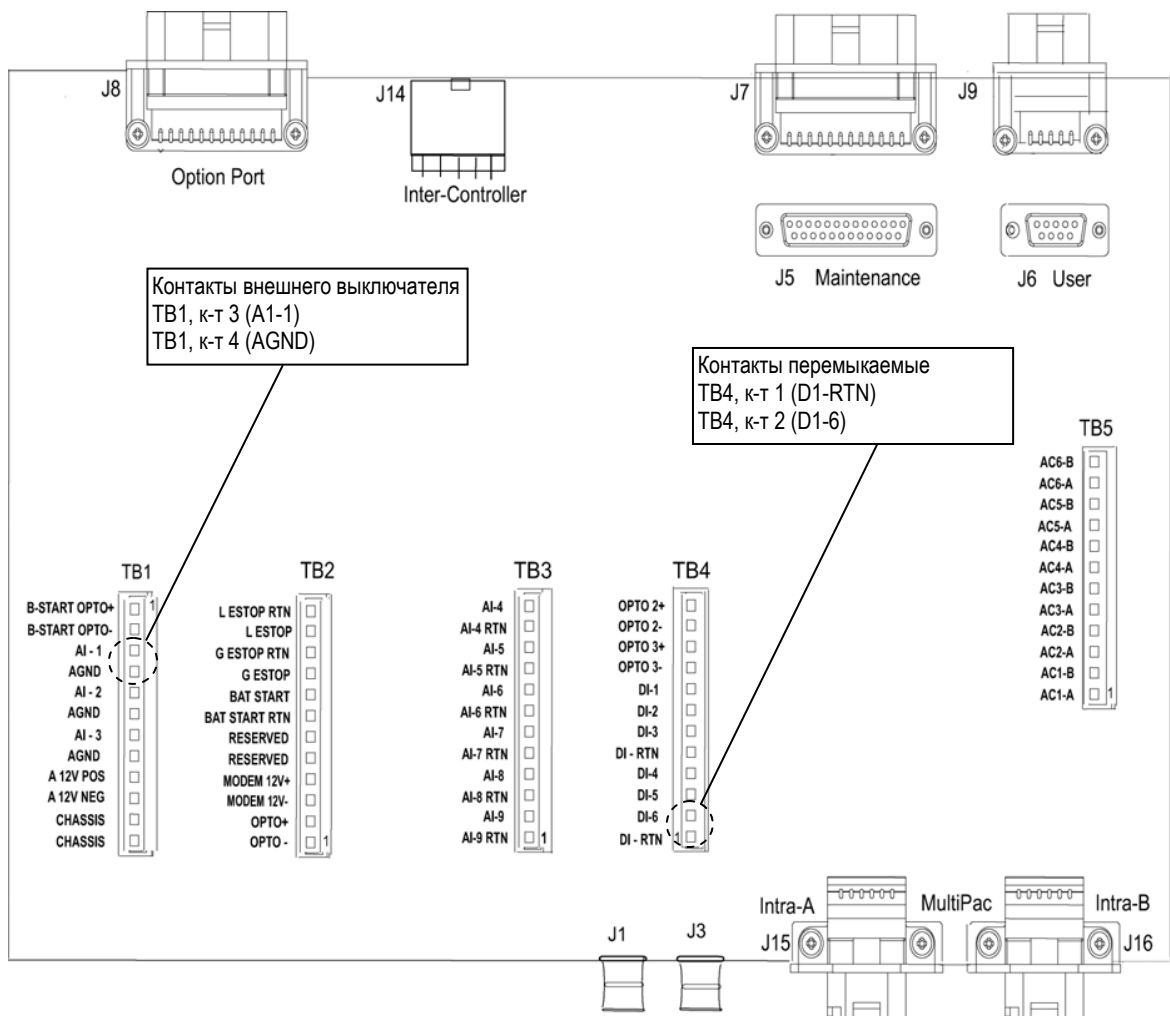
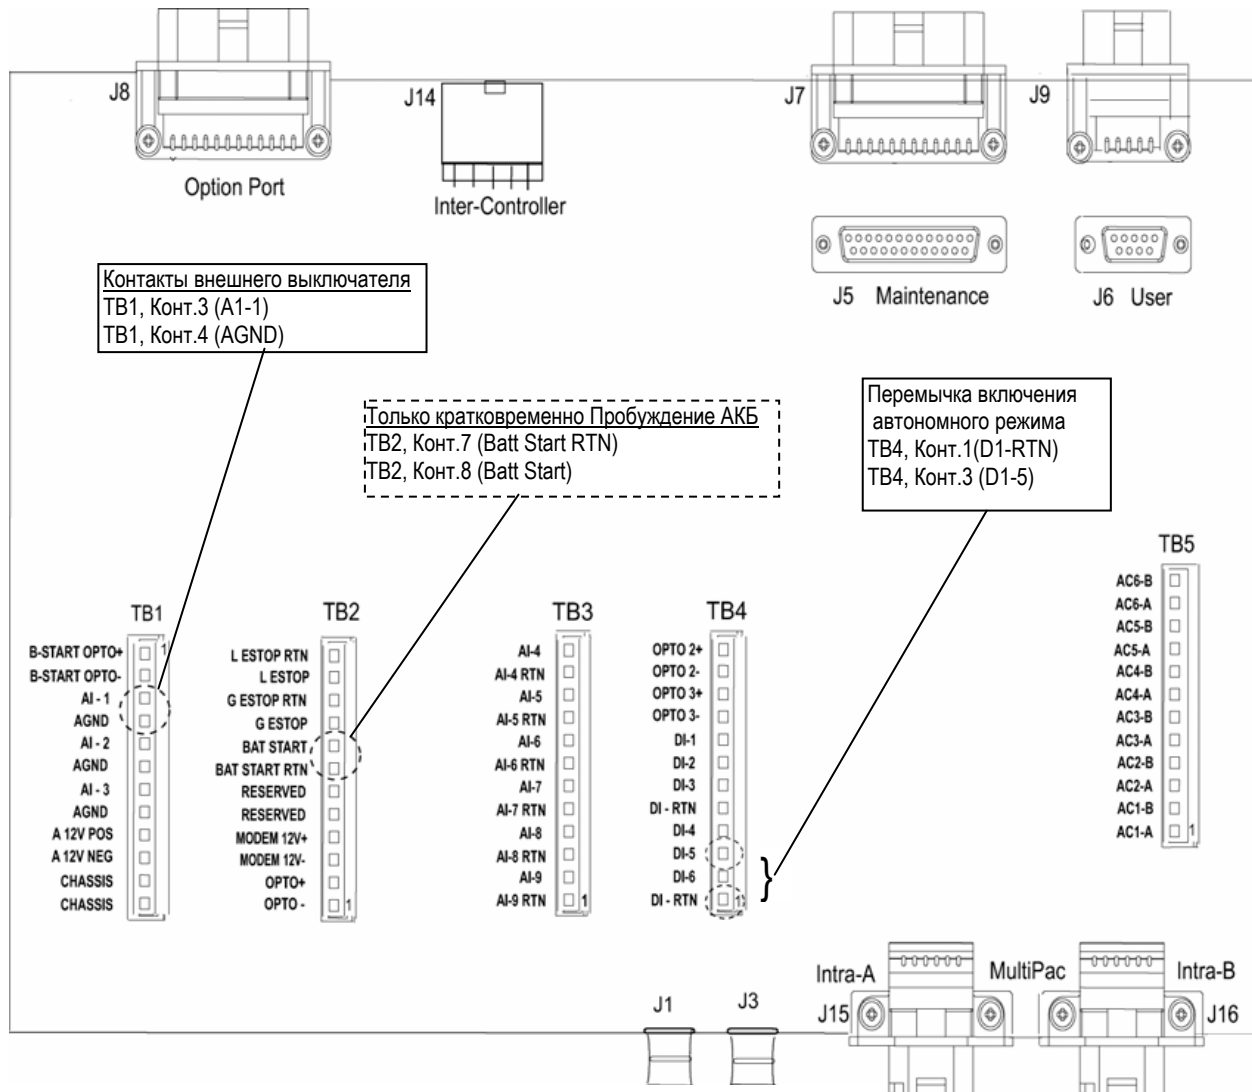

Рисунок 89 Места выполнения подключений на коммуникационной панели в режиме «С сетью»
Рисунок 92 Подключения на коммуникационной панели в автономном режиме работы
Примечание: места переключателей в режиме «С сетью» на рис.89, в автономном режиме – на рис.92.
- Электрически замкнуть контакты режима «с сетью» на коммуникационной панели модуля присоединений потребителя (Рис.89).
- Подключение внешнего выключателя: расположение контактов для его подключения указано на рис.89.
- Подключение внешнего выключателя: расположение контактов для его подключения указано на рис.92.
- Подключение кнопки пробуждения блока АКБ указано на рис.92.